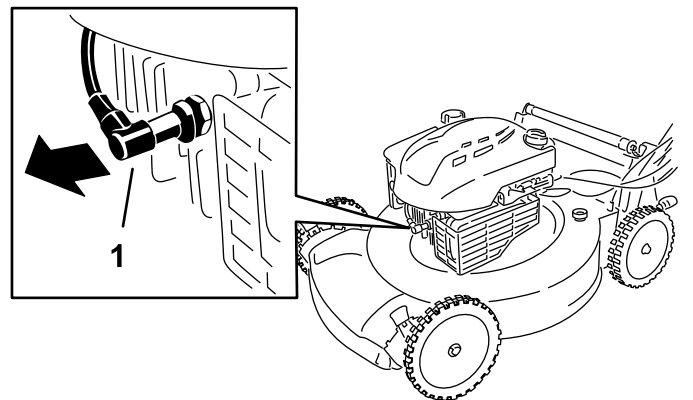

Figura 21
2. Scollegate il cappellotto dalla candela (Figura 21).
2. Scollegate il cappello dalla candela (Figura 21).